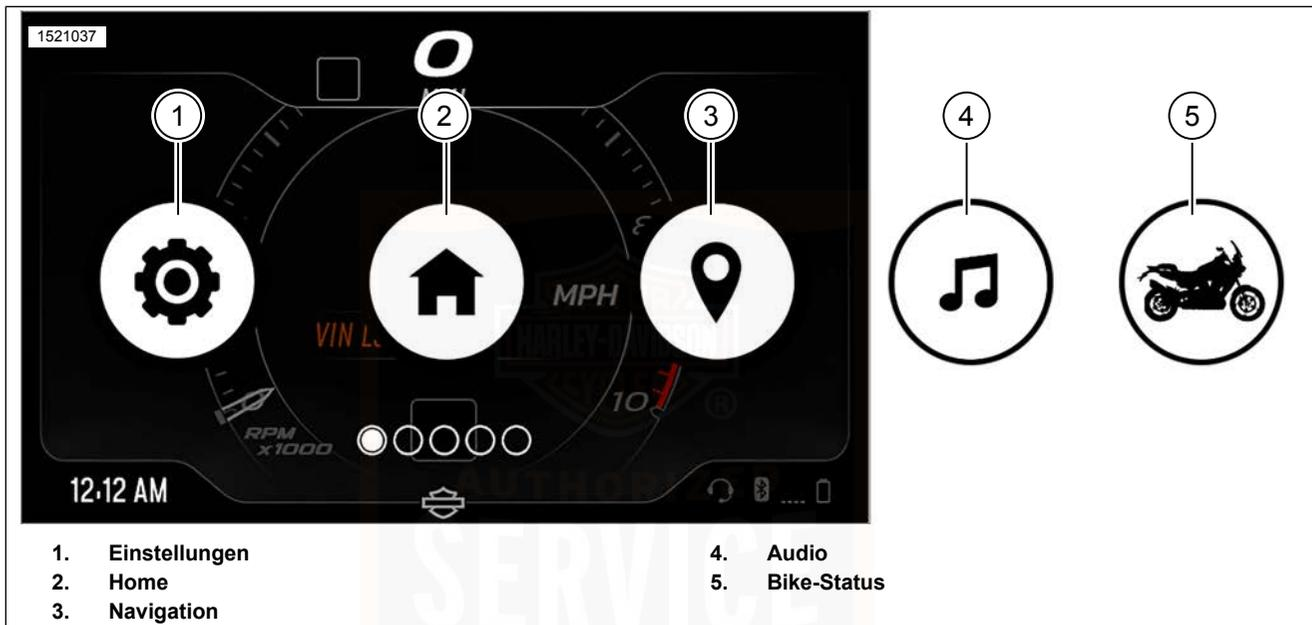

Abbildung 34. Menü-Auswahloptionen
Siehe Abbildung 34. Um auf die Menüauswahl auf IM zuzugreifen, drücken Sie die Menütaste (3) auf Linkes Handbedienmodul (LHCM) .
2. Siehe Abbildung 34. **Auswahl:** Menü „Einstellungen“ (1).
Siehe Abbildung 34. Zum Zugriff auf Audiofunktionen **Auswahl:** Audiokarte (4).
1. Siehe Abbildung 34. **Auswahl:** Menü „Einstellungen“ (1).